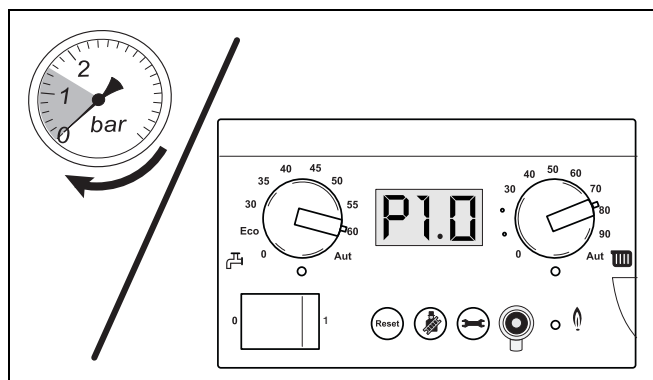

Fig. 14 Relever la pression affichée
- Relevez la pression indiquée sur l'appareil de mesure analogique du groupe de raccordement ou sur le tableau de commande du BC10 (fig. 14).
- Purger l'installation de chauffage par les vannes de purge des radiateurs. Commencer par l'étage le plus bas du bâtiment et continuer en montant chaque fois d'un étage (fig. 14).